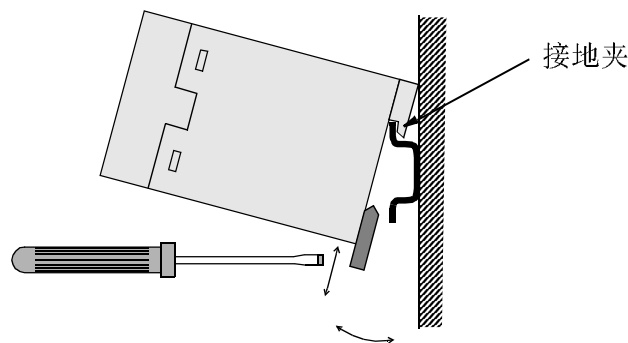

图 3-1 安装和拆下模块
- * 模块的地线与安装导轨通过接地夹相连（见 *图 3-1*），安装导轨必须接地。如果导轨的基础接地不良，则应为安装导轨单独接地。地线应尽量短，其截面不应小于 6 平方毫米。**注意：不能使用实芯硬导线，只能使用多芯软导线。**
3. 把模块推在导轨上。通过用改锥拉开锁住的弹簧，能够将模块从导轨上卸下(参见 *图 3-1*)。
7. 把模块推在导轨上。用改锥拉开锁簧，能够将模块从导轨上卸下(见图 3-1)。